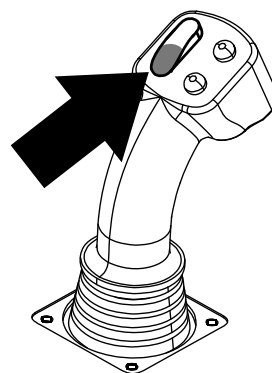
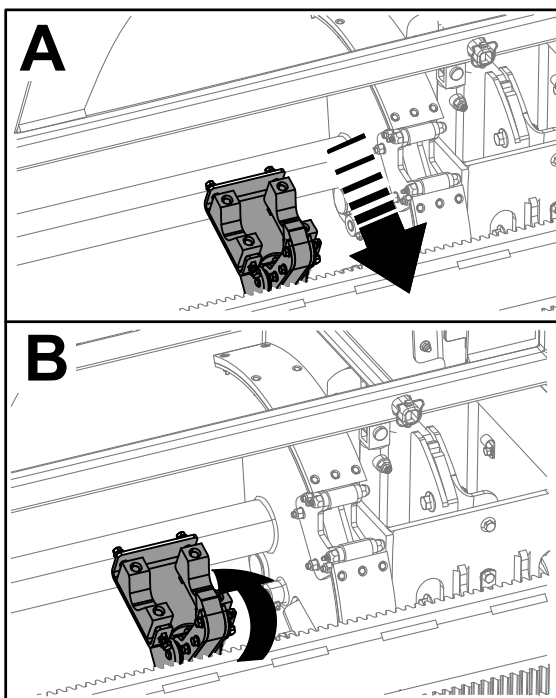

Figura 33
Figura 34
7. Mantenga pulsada la sección inferior del interruptor basculante (Figura 33) hasta que los brazos de carga giren hacia el portatubos. Cuando pasan por el conjunto de leva, el manipulador de tubos agarra el tubo, y lo lleva a la tubería de perforación (Figura 34).